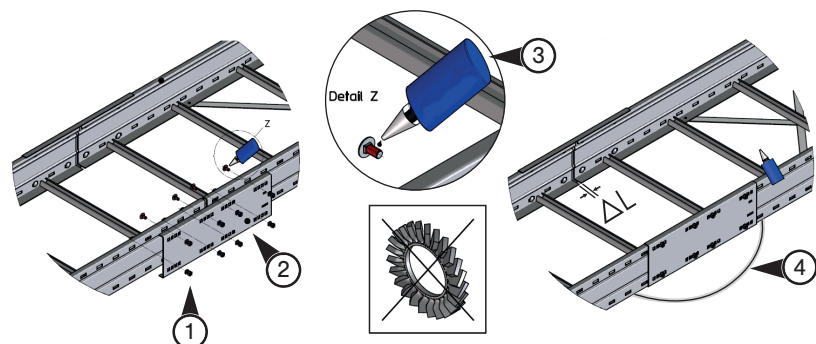

Imagen 4 Montaje del conector como cojinete libre
1. Determine la distancia de expansión como se describe en Capítulo 7.1.2 auf Seite 13 (véase ΔL en Imagen 4).
2. Fije los conectores a una de las dos bandejas portacables que se van a conectar, véase Imagen 4 n.º 1.